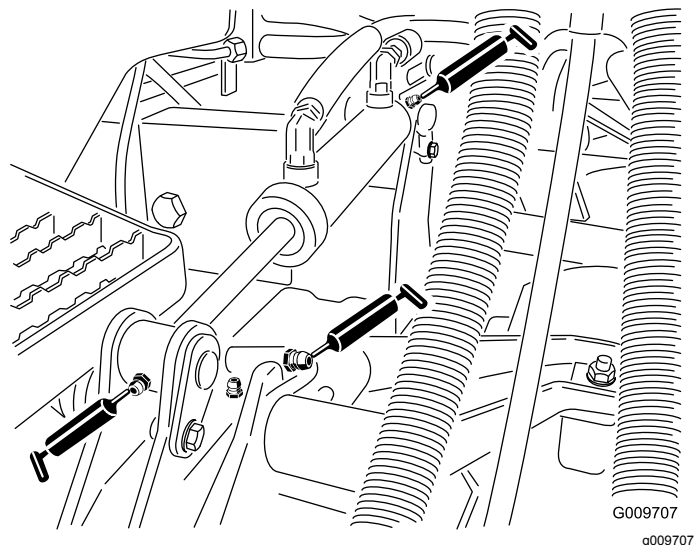

図 22
- 昇降アームのブッシュ各デッキに1ヶ所 図 22
- 昇降シリンダのブッシュ各デッキに2ヶ所 図 22